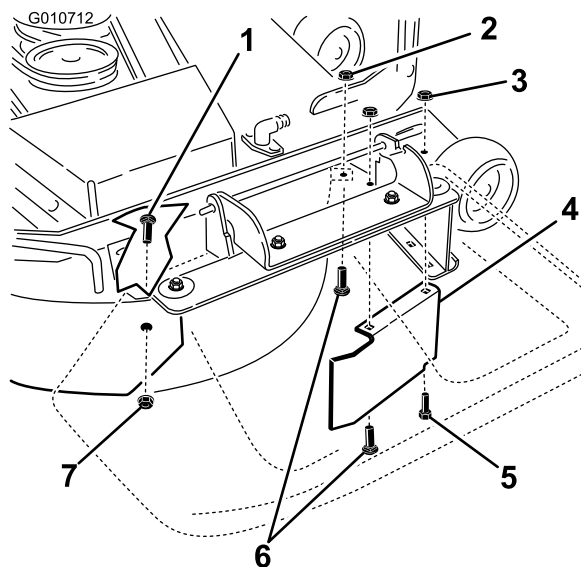

Bild 37
9. Entfernen Sie die Schlossschraube (5/16 x 3/4") und die Sicherungsmutter (5/16") an der Rückwand des Mähwerks, mit denen das Ablenkblech am Mähwerk befestigt ist (Bild 37).
10. Ermitteln Sie den Ablenkblechschild an der vorderen Kante der Seitenauswurföffnung. Entfernen Sie die Befestigungen, mit denen der Ablenkblechschild und das rechte Ablenkblech am Mähwerk befestigt sind, siehe Bild 37. Entfernen Sie den Ablenkblechschild und bewahren Sie die Befestigungen auf.
13. Bringen Sie die Befestigungen an, die Sie vorher aus den vorderen Löchern in der Auswurfplatte und dem vorderen Loch am Mähwerk entfernt haben (Bild 37).